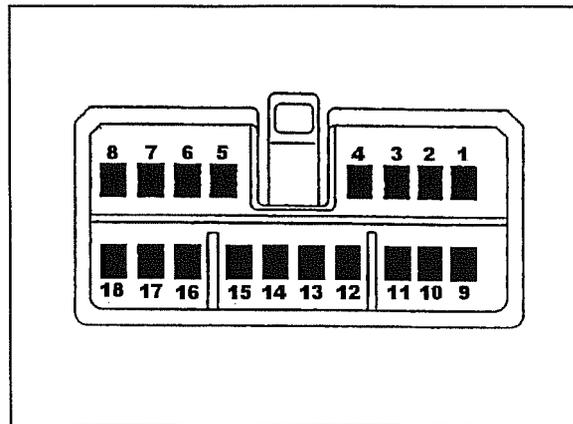

Fig. 46
2. Mettre le tableau sous tension et regardant la fig.46 relative à la numération du connecteur multiple de l'unité de commande, vérifier les mesures suivantes avec un tester: